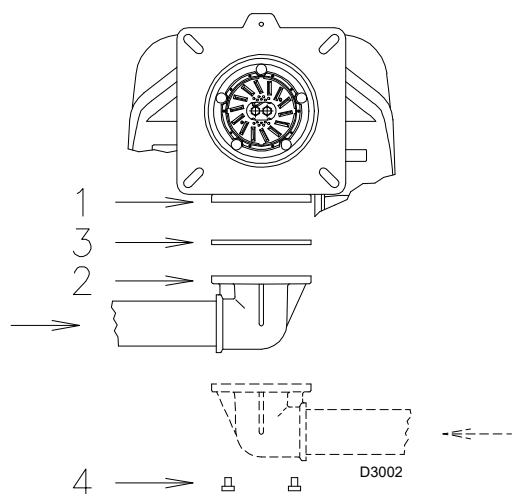

Fig. 28
- Rampa de gaz trebuie conectată la racordul de gaz 1)(Fig. 28), prin flanșa 2), garnitura 3) și șuruburile 4) furnizate împreună cu arzătorul.
- Rampa poate veni din dreapta sau din stânga, în funcție de comoditate, a se vedea Fig. 28.